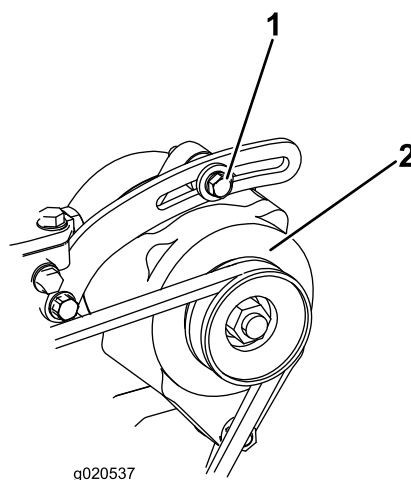

Figura 73
2. Se a deslocação obtida não for igual a 10 mm, deve desapertar os parafusos de montagem do alternador (Figura 73). Aumente ou diminua a tensão da correia do alternador e aperte os parafusos. Verifique uma vez mais a deslocação da correia para se certificar de que a tensão está correta.